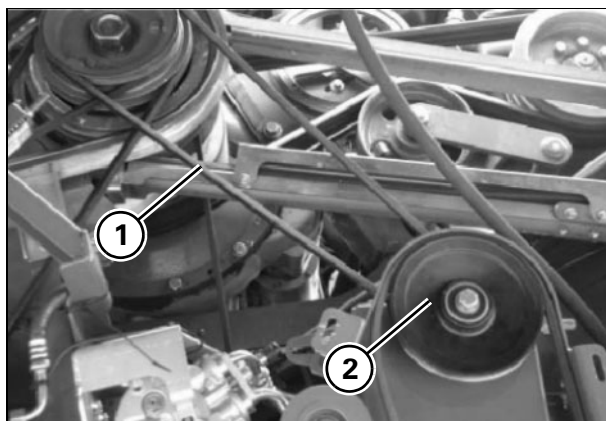

Рис. 18
**Приводной ремень** - Рис. 18